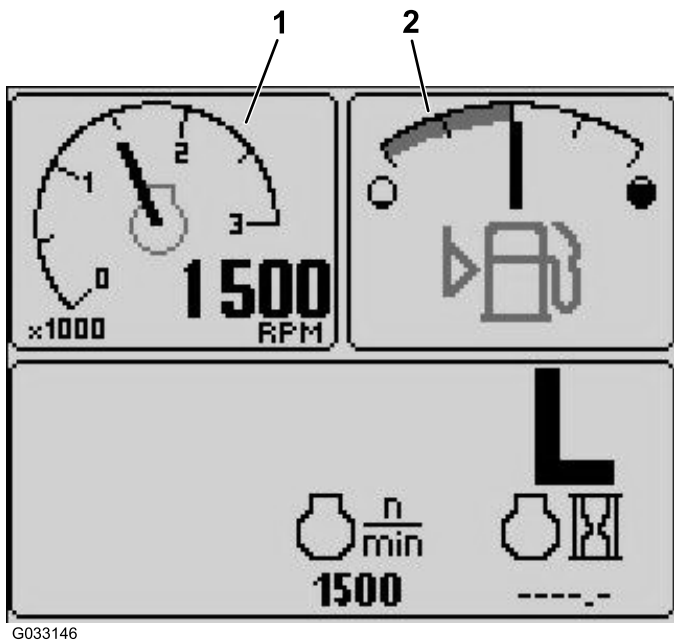

Figura 16
- Taquímetro— pantalla superior izquierda (Figura 16)
- Indicador del nivel de combustible — pantalla superior derecha (Figura 16)
Muestra el nivel de combustible que hay en el depósito (Figura 16).
Muestra la velocidad del motor en rpm (Figura 16).